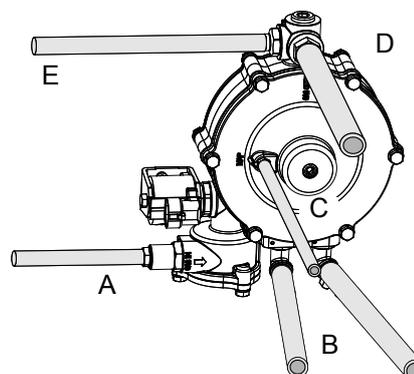

fig.r4
- all'uscita gas ("D" fig. r4-r8) del riduttore deve essere collegato in serie il filtro, il sensore pressione temperatura e il ripartitore carburante, evitando che i tubi di collegamento presentino strozzature;